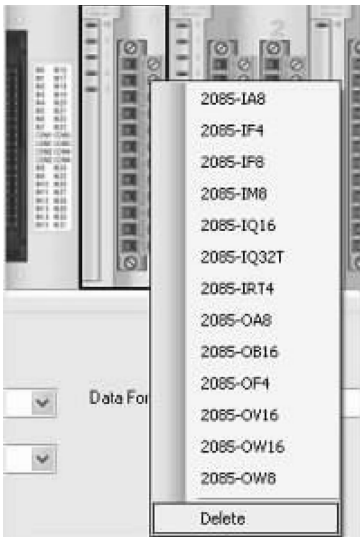

图 3-18 删除模块示意图
- 1）在主窗口的控制器图像上，右击模块 2085-IF4 并且点击 Delete，删除模块示意图如图 3-18 所示。